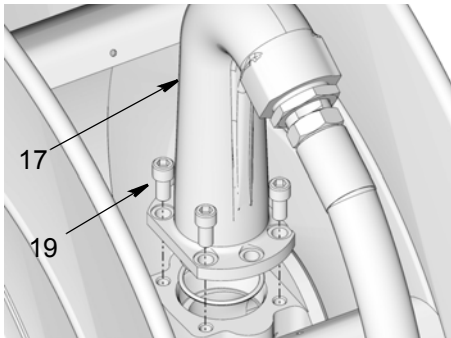

FIG. 34
2. Retirez les boulons (19) et la sortie (17) de l'enrouleur (FIG. 34).